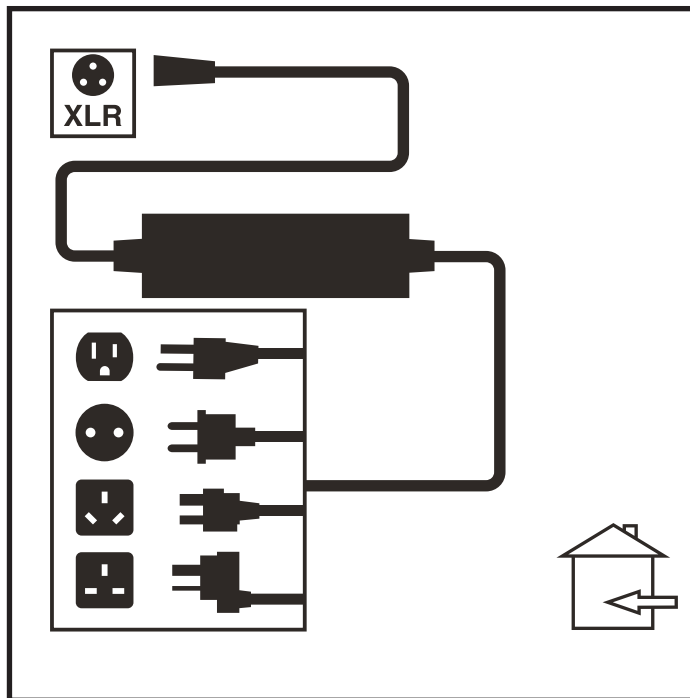

Bild 17. Batterie lädt
3. Stöpseln Sie das externe Ladegerät in die externes-Ladegerät/Programmierungsteckdose an der Steuerung. **Siehe Bild 17.**